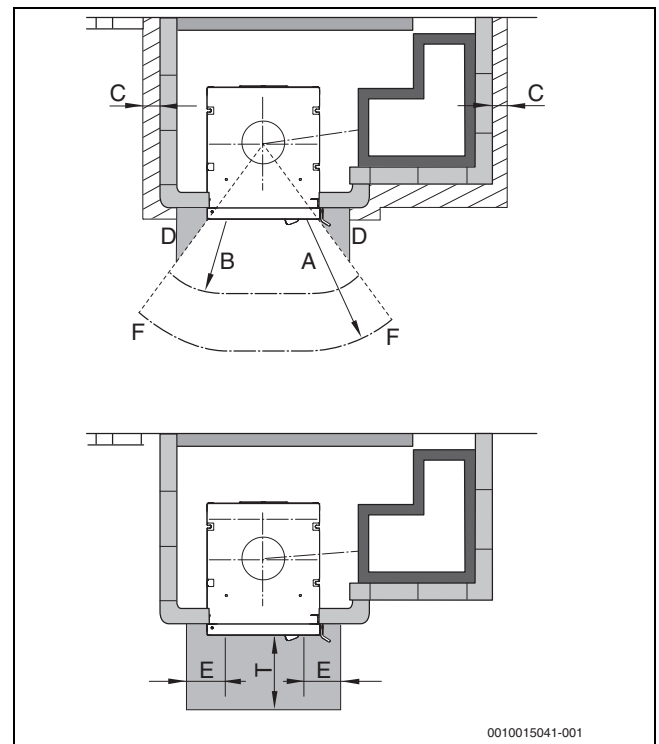

Bild 5 Äußere Mindestabstände
- Die Mindestabstände müssen eingehalten werden (→ Bild 5, Seite 11 und Bild 6, Seite 12).